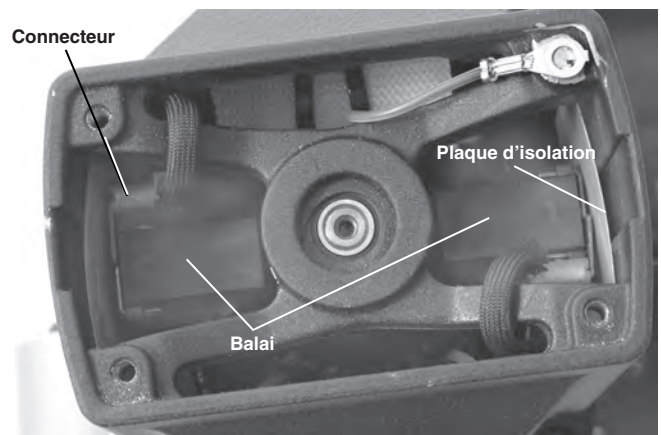

Figure 27 – Position des balais – Couvercle du moteur retiré
3. Retirez les balais moteur à l'aide d'une paire de pinces, puis déconnectez-les (Figure 27).